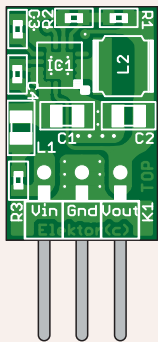

Bild 4. Doppelseitige Platine für den Positiv-Regler.
**Bild 4** zeigt die Platine für den Positiv-Regler. Das Layout eines Schaltreglers bedarf einiger Überlegung, wobei folgende allgemeine Faustregeln gelten: Wo Ströme stark variieren, müssen die Stromwege kurz sein, und wo starke Spannungsänderungen auftreten, ist die Fläche des Kupfers klein zu halten. Da der Positiv-Regler die Abmessungen eines 7805 hat, war es nicht schwierig, diese Regeln einzuhalten.